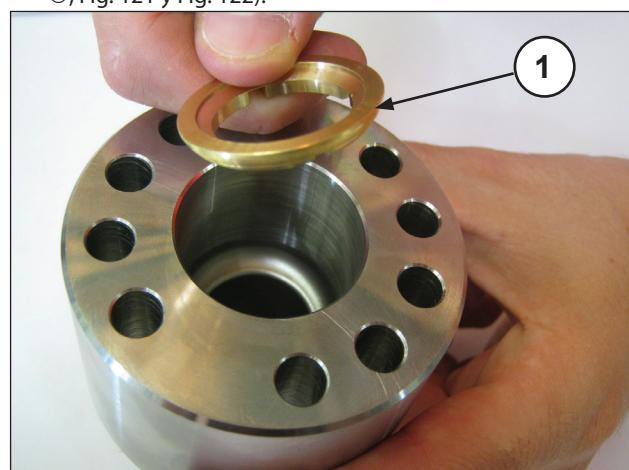
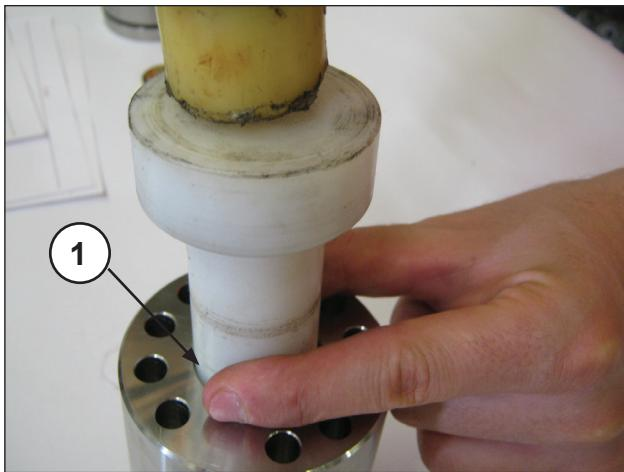

Fig. 120
Fig. 122
- Introducir, en el soporte de las juntas HP, el anillo de cabecera (pos. ①, Fig. 120) y, a continuación, el paquete H.P. (alta presión); para evitar daños debido a la ligera interferencia entre la junta y el soporte de las juntas HP, se recomienda utilizar un tampón de material plástico (pos. ①, Fig. 121 y Fig. 122).